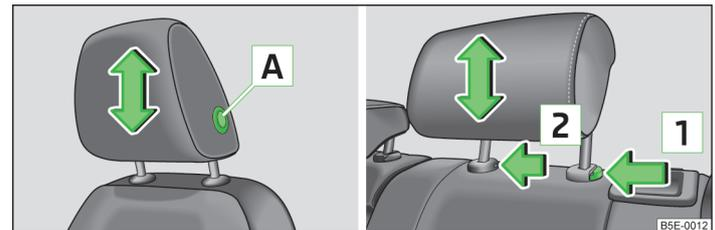

Abb. 49 Kopfstütze: vorn/hinten
» Die **Kopfstütze vorn** seitlich mit beiden Händen fassen, die Sicherungstaste » Abb. 49 drücken und halten und die Kopfstütze verschieben. ▶
- › Die **Kopfstütze hinten** seitlich mit beiden Händen fassen und nach **oben** verschieben » **Abb. 49**.
- › Die Sicherungstaste in Pfeilrichtung **1** » **Abb. 49** drücken, gleichzeitig mit einem flachen Schraubendreher mit einer Breite von max. 5 mm die Sicherungstaste in der Öffnung **2** drücken und die Kopfstütze herausziehen.